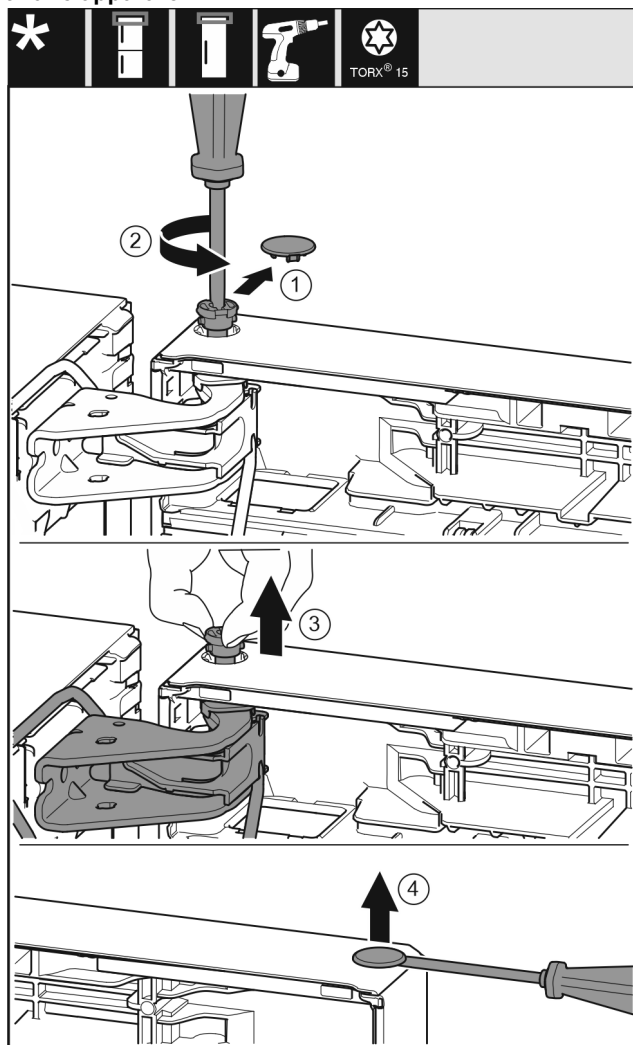

Fig. 22
- ▶ Veiligheidsafdekking voorzichtig eraf trekken. Fig. 22 (1)
- ▶ Bout met schroevendraaier T15 een stukje eruit draaien. Fig. 22 (2)
- ▶ De deur vasthouden en de bout met de vingers eruit trekken. Fig. 22 (3)
- ▶ Stop voorzichtig met een sleufschroevendraaier uit de lagerbus van de deur optillen en eruit trekken. Fig. 22 (4)